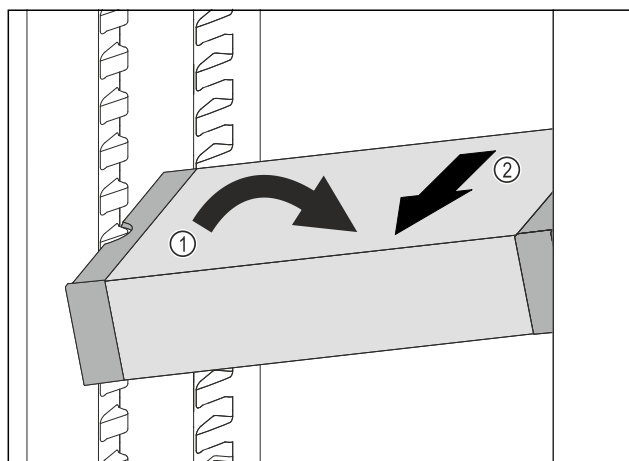

Fig. 68
- Ställ VarioSafe snett i kyldelen. Fig. 68 (1)
- Dra VarioSafe framåt för att ta ut den. Fig. 68 (2)